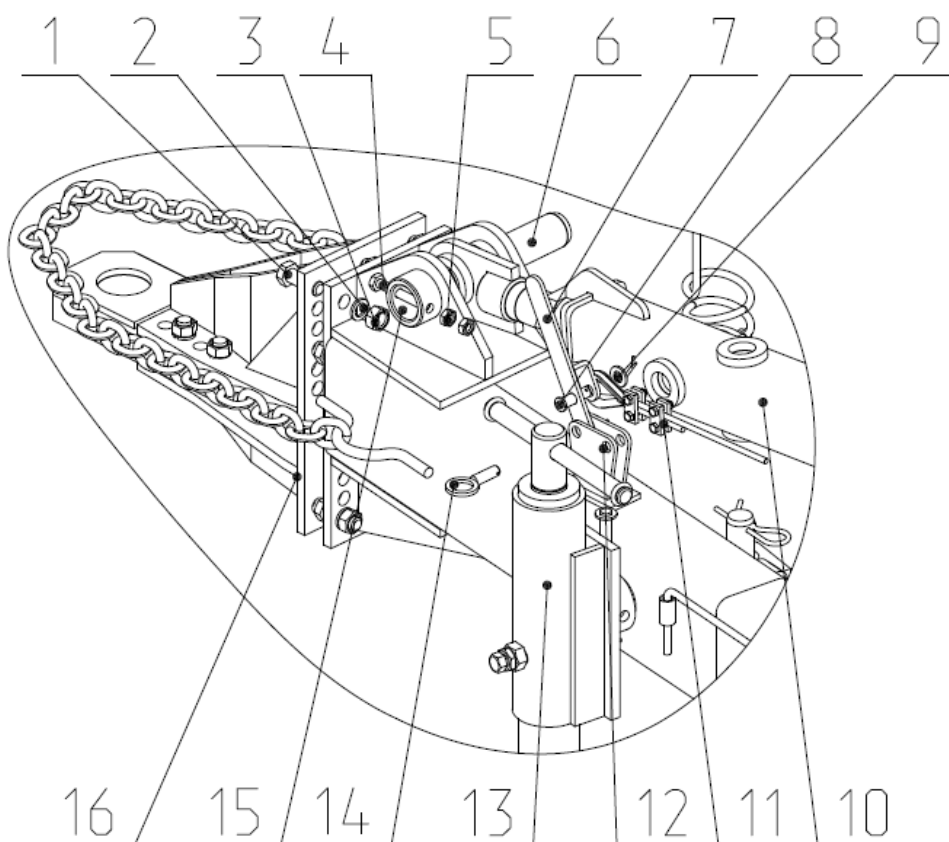

Рис. 4.1 Присоединение растяжки к снице.
2.3.1 Установка растяжки КБП8 00.050 к снице КБП8 01.080. К кронштейну 15 (рис.4.1) крепится растяжка 10 и фиксируется осью 6, болтом 4 и гайкой 5. К фиксатору 12 крепится рычаг(рукоятка) 7, к которому присоединяется трос и фиксируется осью 8, шайбой и шплинтом 9 и чекой 14.